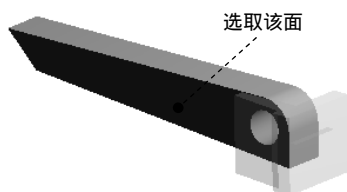

图 7.6.67 定义接触面
(2) 定义接触面。在 **Scope** 区域中单击以激活 **Contact** 后的文本框，选取图 7.6.67 所示的模型表面为接触面，单击 **Apply** 按钮。